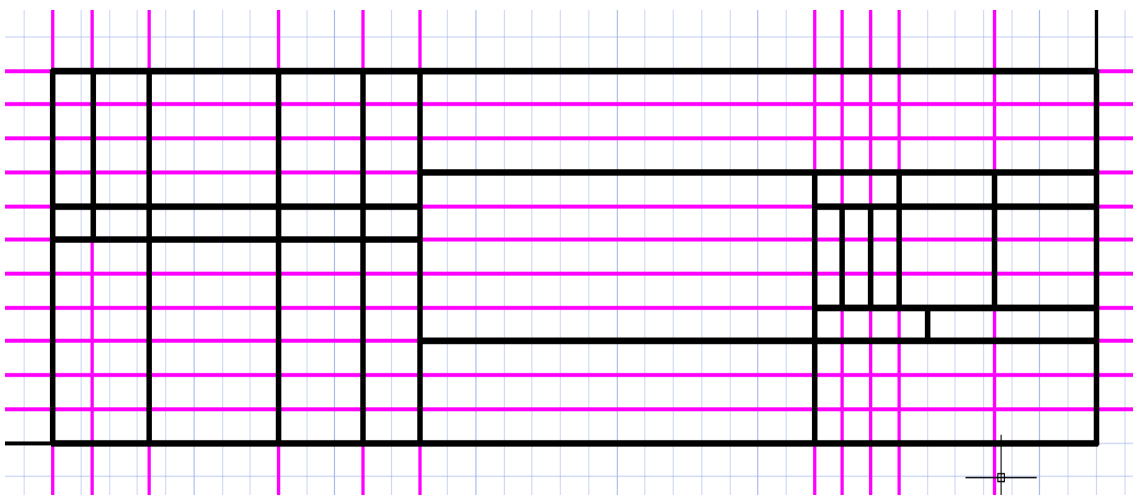

Рисунок 4
- Повторить построение отрезка, соединяющего следующие точки пересечения. Для повторного вызова команды использовать нажатие Enter на клавиатуре (рис. 4).